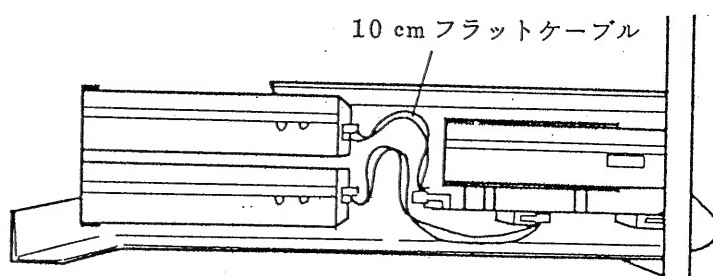

図 13
- (11) 電圧, 電流共制御する時は図 13 の様に接続します。
- (12) カバー⑥を固定します。
- (13) 電圧をコントロールする時は, 後面端子④-⑤間のショートバーを, 電流をコントロールする時は⑪-⑫間のショートバーをはずします。また両方コントロールする時は, とともにはずします。
- (14) D/A コンバータのリモート/ローカル切換えスイッチをリモート側に, 電源後面のリモート/ローカルスイッチもリモート側に倒します。